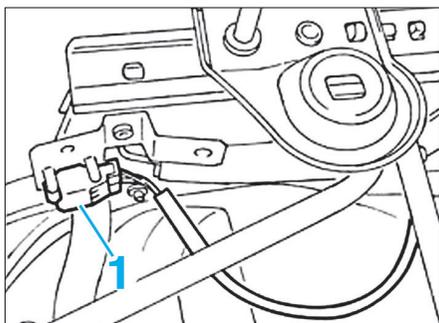

FIG. 6
- Débrancher le connecteur (1) situé sous le siège (Fig.6).